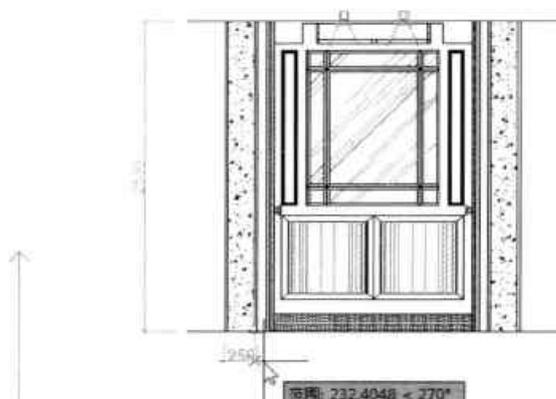

图9-87 标注电梯墙体厚度尺寸
Step11 执行“标注>线性”命令，标注电梯立面墙体厚度尺寸，如图9-87所示。